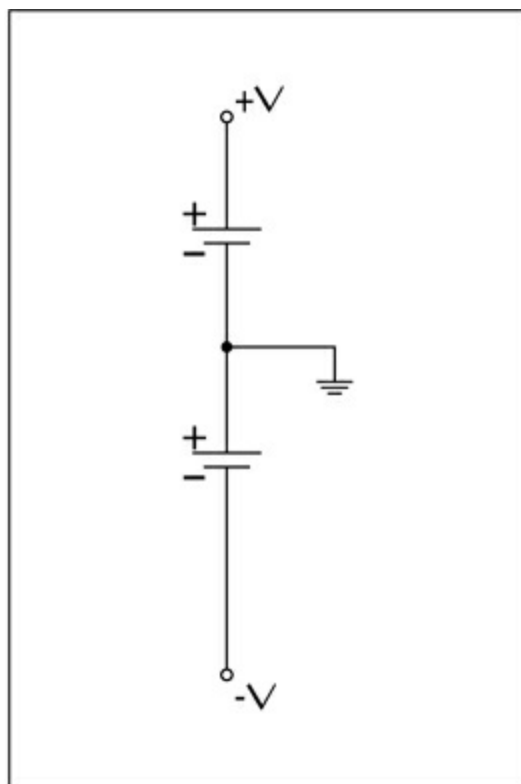

Figura 10.4 Alcuni circuiti richiedono una doppia alimentazione: con tensione positiva e negativa.
Alcuni circuiti (per esempio alcuni circuiti per amplificatori operazionali, di cui abbiamo parlato nel Capitolo 7) richiedono fonti di alimentazione in corrente continua positiva e negativa. Spesso si può vedere che la fonte di alimentazione positiva è rappresentata da un cerchio con l'indicazione $+V$ e la fonte di alimentazione negativa è rappresentata da un cerchio con l'indicazione $-V$. Se le tensioni non vengono specificate, in genere si tratta di $+5\text{ V DC}$ e -5 V DC . La Figura 10.4 mostra il modo in cui sono effettivamente implementati questi punti di connessione.
- ✓ **Un unico simbolo di messa a terra.** Lo schema mostra che tutte le connessioni di messa a terra sono connesse a un unico punto. Non sempre si mostra la fonte di alimentazione (per esempio la batteria), ma si può presumere che la messa a terra connessa al positivo o al negativo della fonte di alimentazione in corrente continua (come indicato nella Figura 10.4).